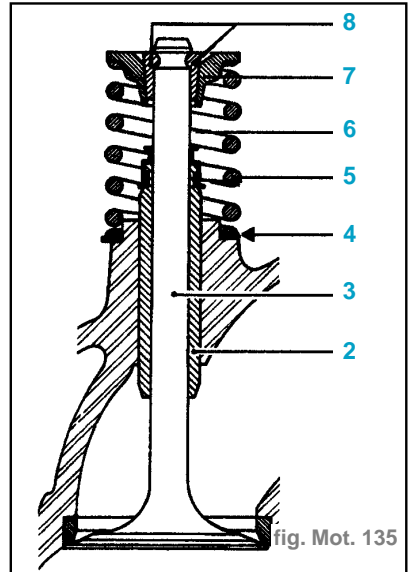

fig. Mot. 135
- Mettre en place des soupapes neuves (3), les roder légèrement sur leur sièges respectif. Bien nettoyer et repérer ensuite toutes les pièces puis procéder au remontage. (fig. Mot. 135)